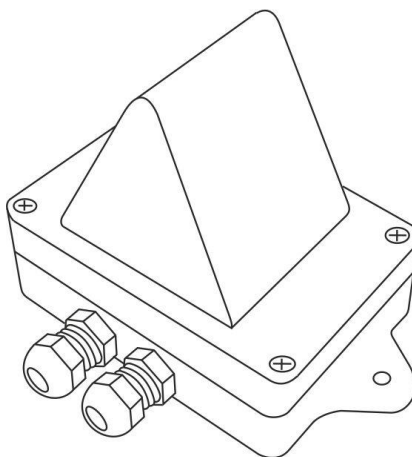

Рисунок 5.8. Сигнальная лампа GC-0611W3
1. Сигнальная лампа GC-0611W3 (рис.5.8). Сигнальная лампа имеет влагозащищенность по группе IP56.